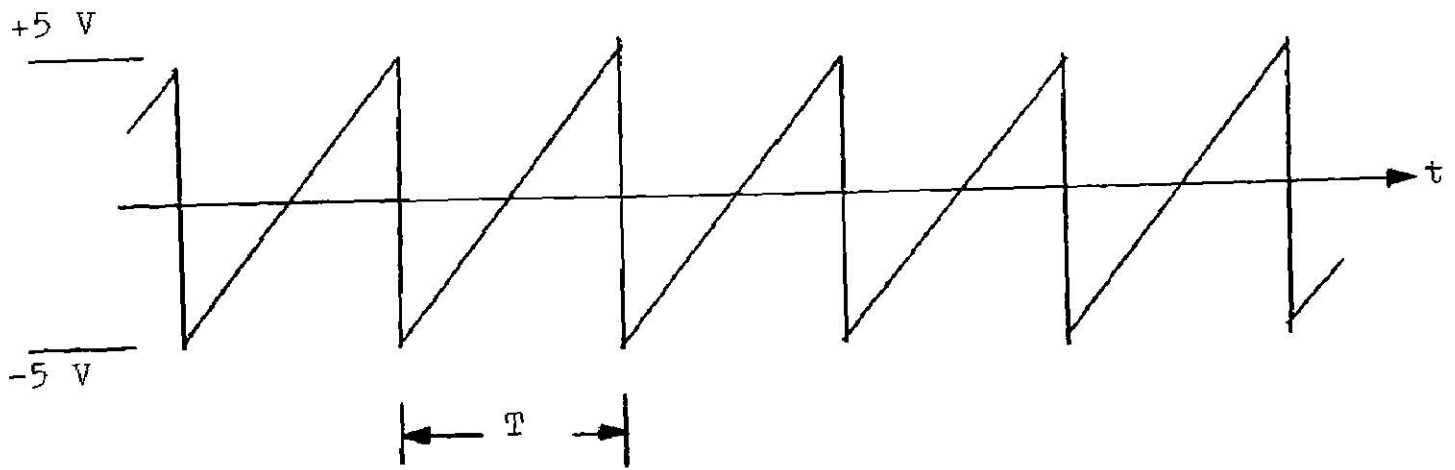
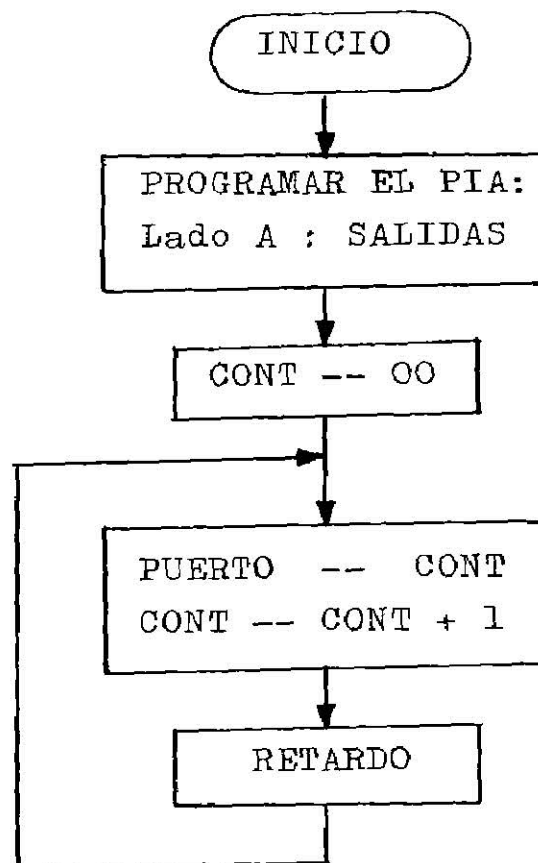

Figura 4.38
Figura 4.39
i).- Generación de una señal "diente de sierra". Esta señal - mostrada en la figura 4.38 se puede generar mediante un programa bastante simple que es descrito en el diagrama de flujo de la figura 4.39. El programa escrito en lenguaje ensamblador se dá a continuación;
El problema es, entonces, convertir un número real en punto fijo expresado en complemento a 2 en un formato de 2 bytes a un entero de un byte que responde a las características de la figura 4.38; este problema se soluciona al emplear la transformación lineal: